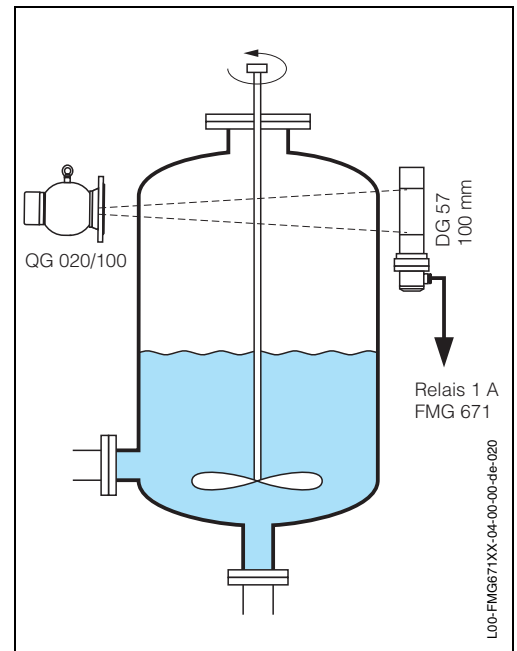

Abb. 6.3 Messanordnung für Grenzstanddetektion mit Gammagraphie (Maximum)
- Die Messanordnung entspricht Abb. 6.3. Ein 100 mm langer Szintillationsdetektor wird senkrecht an der Behälterwand installiert.